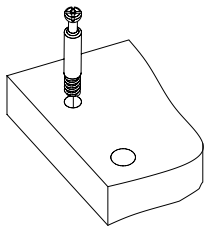
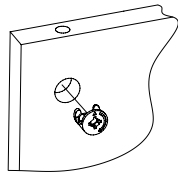

Рис.1
Рис.2
1. Подготовьте детали к сборке. Вкрутите шпильки минификсов в детали 1, 2, 3, 4 и деталь 2 от ИЗ-520 (Рис. 1). Затем вставьте головки минификсов в детали 2, 3, 4, 5, 6, 7, 8, 9 (Рис. 2).